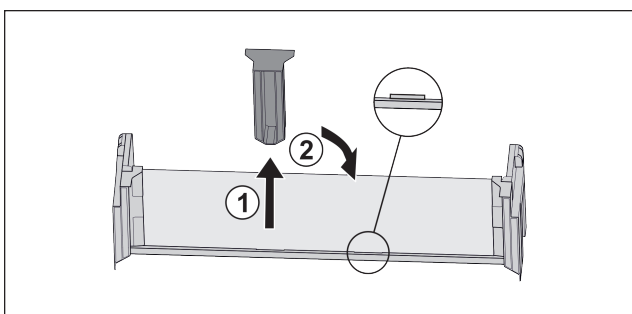

Fig. 92
- ▶ Estrarre l'elemento di supporto centrale Fig. 92 (1).
- ▶ Inserire l'elemento di supporto centrale sulla seconda posizione Fig. 92 (2).